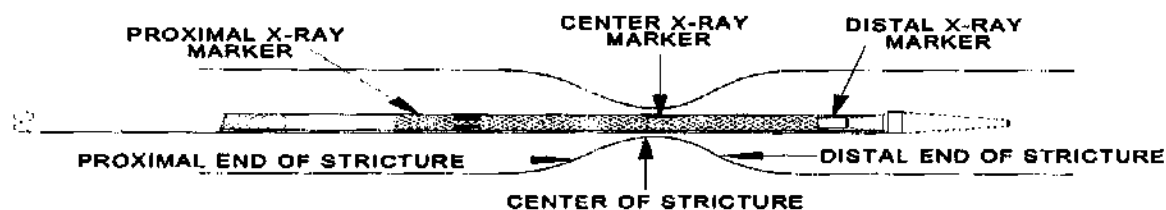

Рис. 11
- d) После того, как центральный маркер рентгеновских лучей окажется в центре целевой стриктуры, продолжайте вытягивать Y-образный соединитель до тех пор, пока стент не будет полностью установлен (см. Рис. 11, 12)